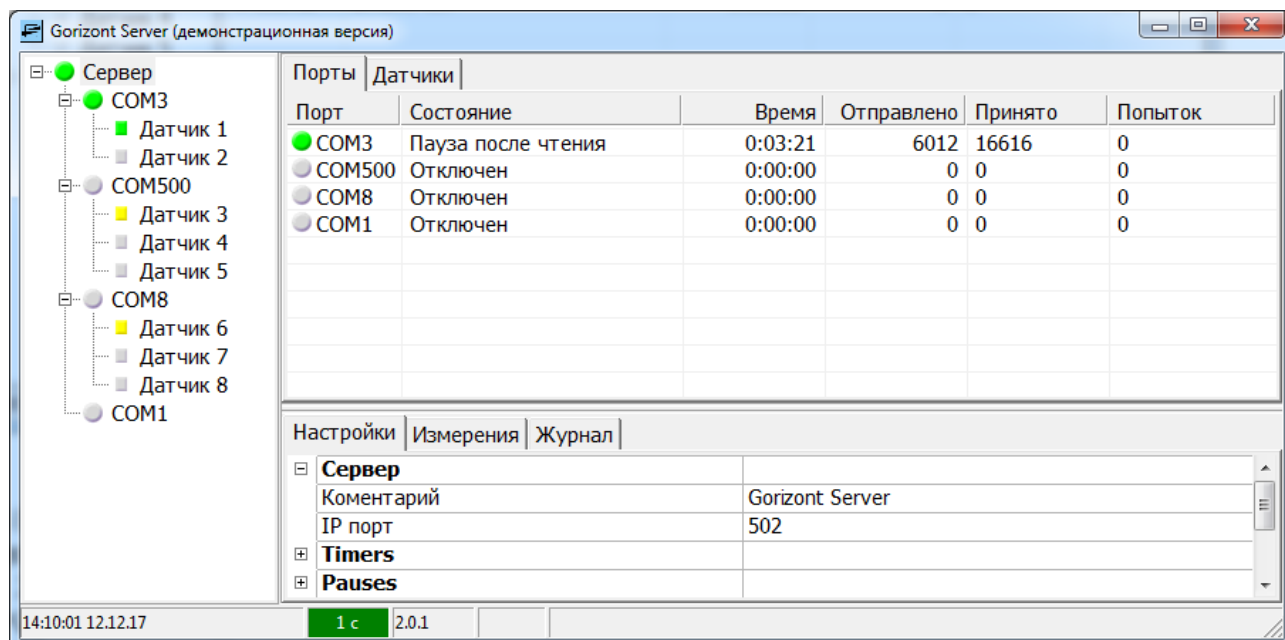

Рисунок 4.1
4.1 Главное окно программы представлено на рис. 4.1 Оно содержит следующие 3 панели:
4.2 Вкладка <Порты> панели показаний и состояний доступна, если на панели дерева выделен элемент <Сервер>, и отображает состояние подключенных COM-портов (рис. 4.1).